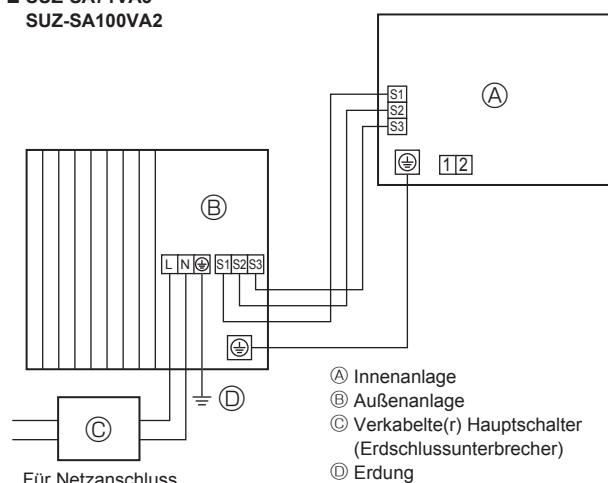
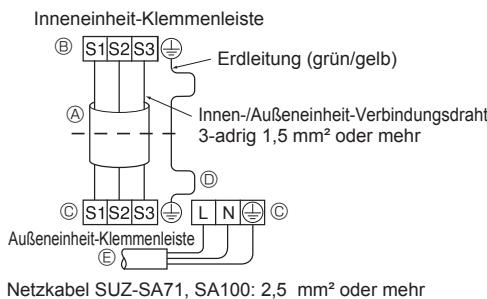
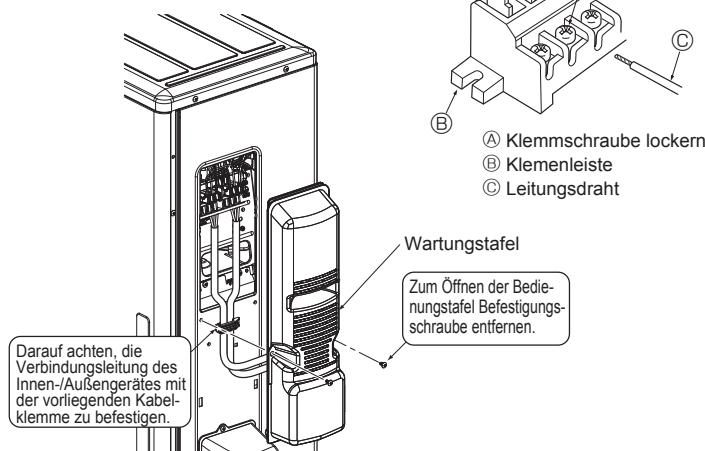

Fig. 5-1
Fig. 5-2
Fig. 5-3
5.1. Außeneinheit (Fig. 5-1, Fig. 5-2, Fig. 5-3, Fig. 5-4)
- Verdrahtung wie in der Abbildung links unten dargestellt vornehmen. (Kabel ist vor Ort zu beschaffen) (Fig. 5-2)
- ④ Anschlußkabel
- ⑤ Innenanlage-Klemmenleiste
- ⑥ Außenanlage-Klemmenleiste
- ⑦ Achten Sie darauf, daß das Erdungskabel länger ist als die anderen, spannungsführenden Kabel.
- ⑧ Netzkabel für die Stromversorgung
- Sorgfältig darauf achten, Fehlverdrahtung zu verhindern. (Fig. 5-3)